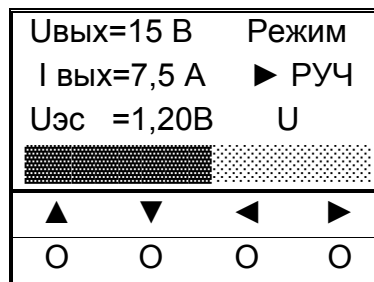

Рисунок 10
2. С помощью кнопок управления «◀», «▶» установить ползунок в среднее положение, проконтролировать значения параметров: U=15В, I=7,4...7,6А (рисунок 10).